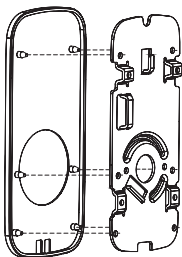

Fig. 7
A. Asegúrese que la junta de goma se encuentre correctamente asentada a la placa de montaje. (Fig. 7).